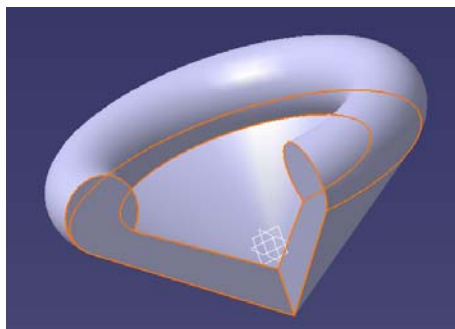

图 3-18
(3) First Angle 中输入  $270^\circ$  后, 点击 OK 键, 生成图形如图 3-18。